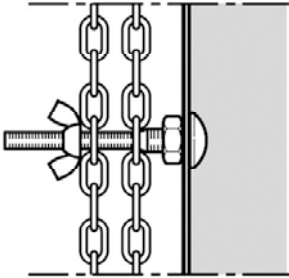

Abbildung 9
- Um das Verkleben der Handkette beim Lauf von Torblatt zu vermeiden und die Bewegung von Personen und Geräten nicht zu stören, soll der untere Teil der Kette in einer Höhe von $\sim 1,5$ m befestigt werden (Abb. 9).